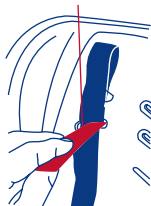

Fig. 31-1
- Con la ayuda de la herramienta de ensartar que viene incluida, inserte los tirantes del arnés a través de las aberturas elegidas en el paso 2 más arriba de la almohadilla del asiento y del armazón de éste, respectivamente. (Fig. 31-1)